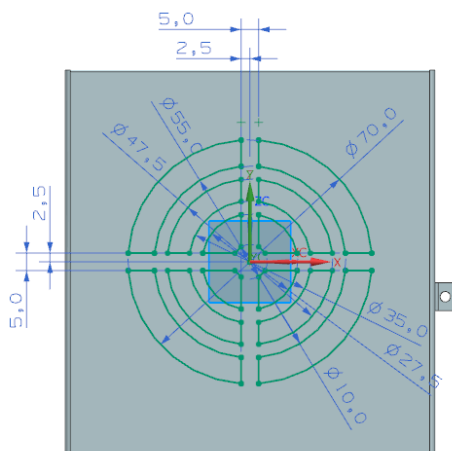

图 7-141 绘制草图
- (3) 绘制如图 7-141 所示的裁剪轮廓。单击“完成”图标, 草图绘制完毕。